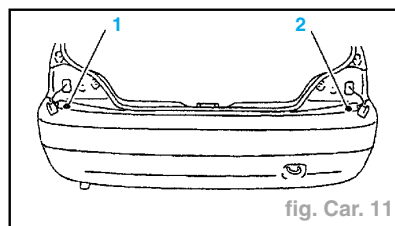

fig. Car. 11
- Déposer les vis (1) et (2) (fig. Car. 11).